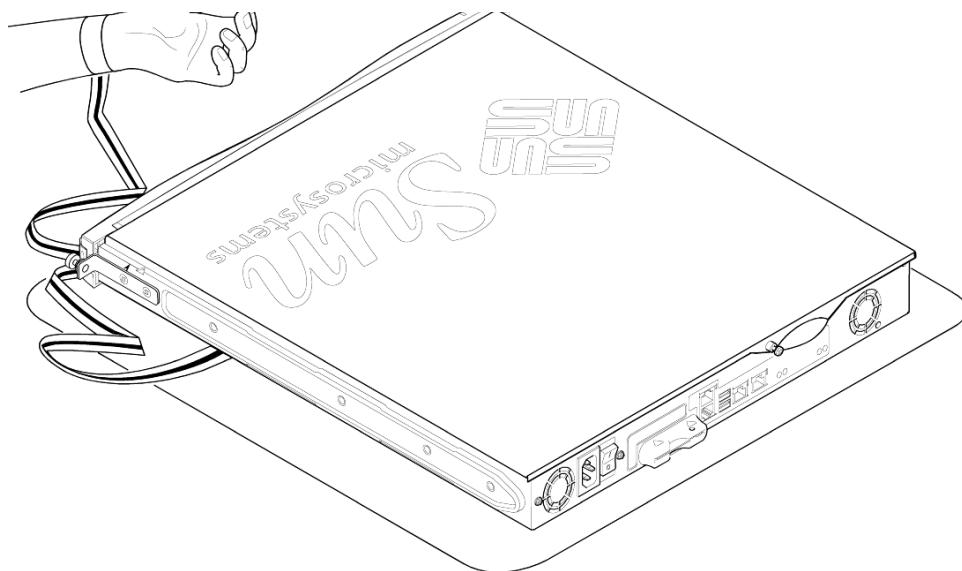

РИС. 8-2 Применение антистатического браслета, входящего в комплект поставки
Предупреждение – В системе имеются электронные схемы, чрезвычайно чувствительные к статическому электричеству. Не прикасайтесь к металлическим деталям. Помещайте изделие на антистатическую подкладку (см. РИС. 8-2). Пользуйтесь антистатическим браслетом, входящим в комплект поставки сервера, который следует прикрепить к металлическому основанию корпуса сервера, прежде чем прикасаться к внутренним компонентам системы.
1. Положите сервер на заземленную антистатическую подкладку и прикрепите к нему антистатический браслет (см. РИС. 8-2).